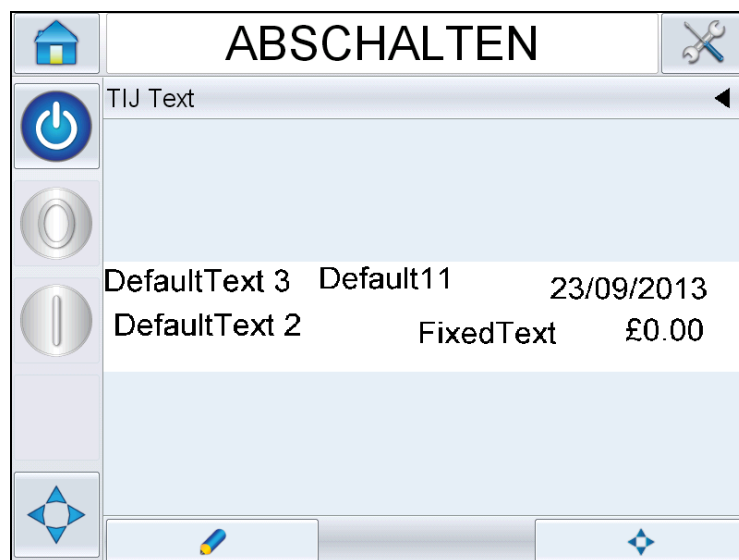

Abbildung 6-9: Meldungsvorschau
- 1 Wählen Sie die *Detailliste des aktuellen Jobs*, um die Jobvorschau anzuzeigen (siehe Abbildung 6-9).